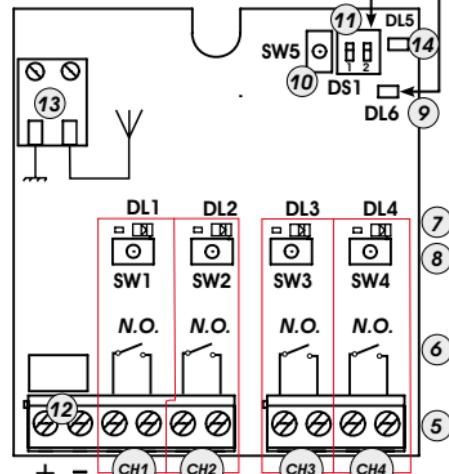

Fig.1
- 2) Druk 1 seconde op de knop van de ontvanger (Fig.1 ref. ⑧) die overeenkomst met het kanaal waarmee u de afstandsbediening wilt associeren.
- 3) De bijbehorende led op de ontvanger (Fig.1 ref. ⑦) begint 5 sec. langzaam te knipperen.
- 5) De led (Fig.1 ref. ⑦) op de ontvanger blijft 1 seconde lang branden om vervolgens te doven, waarmee wordt aangegeven dat opslag heeft plaatsgevonden.
- 4) Druk 1 seconde op de knop van de ontvanger (Fig.1 ref. ⑧) die hoort bij het kanaal waarmee u de radioafstandsbediening wilt associeren.
- 5) De bijbehorende led op de ontvanger (Fig.1 rif. ⑦) begint 5 sec. langzaam te knipperen.
- 7) De led op de kaart (Fig.1 ref. ⑦) blijft 1 seconde lang branden om vervolgens te doven, waarmee wordt aangegeven dat opslag heeft plaatsgevonden.
- 1) Druk 1 seconde op de ontvanger op de knop (Fig.1 ref. ⑧) die hoort bij het kanaal waarmee u de radioafstandsbediening wilt associeren.
- 2) Op de ontvanger begint de bijbehorende led (Fig.1 ref. ⑦) 5 sec. langzaam te knipperen.
- 4) De led op de ontvanger (Fig.1 ref. ⑦) blijft 1 seconde lang branden, waarmee wordt aangegeven dat de afstandsbediening in het geheugen is opgeslagen, om vervolgens opnieuw 5 sec. te knipperen, gedurende welke periode nog een radioafstandsbediening kan worden opgeslagen.
- b) Druk de knoppen P1 en P2 tegelijkertijd en houd ze ingedrukt tot de led (Fig.1 ref. ⑦) op de ontvangerkaart beginnen te knipperen.
- f) De led (Fig.1 ref. ⑦) blijft 2 seconde lang branden, waarmee wordt aangegeven dat opslag heeft plaatsgevonden, om vervolgens 5 sec. lang te knipperen, gedurende welk tijdsbestek punt "e" kan worden herhaald voor andere afstandsbedieningen, om tot slot te doven.